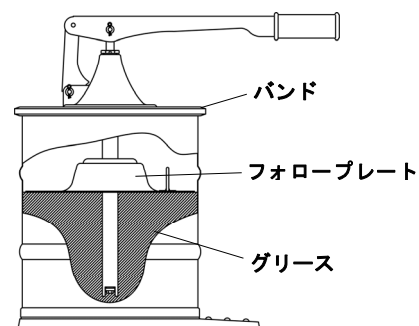

Fig.2
- 8) ポンプ組立のサクション部をきれいに拭いてから、フォロープレートの中央の穴にポンプのサクション部を通すようにして蓋を元通りにセットしてください。(Fig.2)